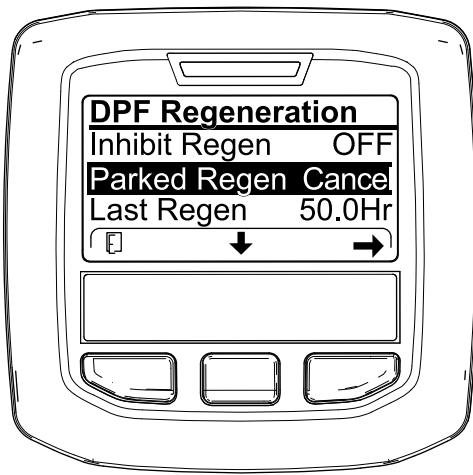
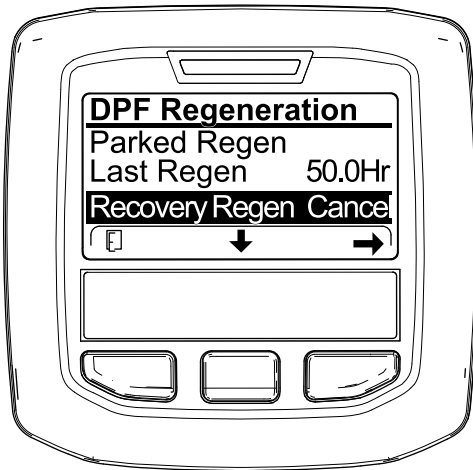

図 70
図 71
2. 中央ボタンを押して下へスクロールし、駐車再生キャンセル PARKED REGEN CANCEL (図 70) またはリカバリ再生キャンセル RECOVERY REGEN CANCEL を選ぶ図 71。
3. 右ボタンを押すと再生キャンセルに Regen Cancel に入る図 70 または図 71。